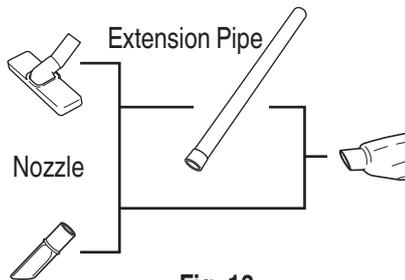

Fig. 13
2. Attach the nozzle (Fig. 13)